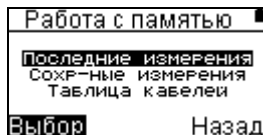
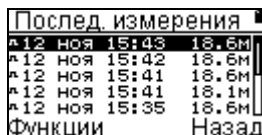

Рисунок 9
Рисунок 10
6.3.5 В пункте **Работа с памятью** (рисунок 9) можно просмотреть результаты 10 последних измерений (рисунок 10) или любых сохраненных в памяти (рисунок 11), а также записать в таблицу кабели с параметрами для DC или TDR метода. Значок в виде импульса в начале имени указывает на результат измерений TDR методом, а в виде черты с точками – DC методом. Там же, через пункт **Функции** (рисунок 12) можно просмотреть, удалить выбранные результаты или очистить весь список сразу.